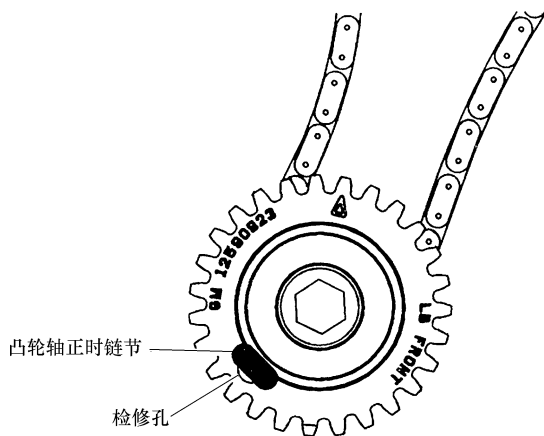

图 20-28 正时链节对准检修孔
- 4) 把左侧次级凸轮轴正时链条套在左凸轮轴中间传动链条惰轮的内侧链轮上, 如图 20-28 所示, 使正时链节对准左凸轮轴中间传动链条外侧链轮上的检修孔。